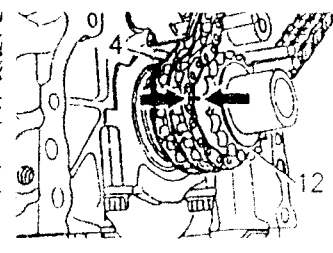

Fig. 87
Colgar la cadena de sincronización (4) en la rueda dentada de eje de motor (12) (Fig. 87).